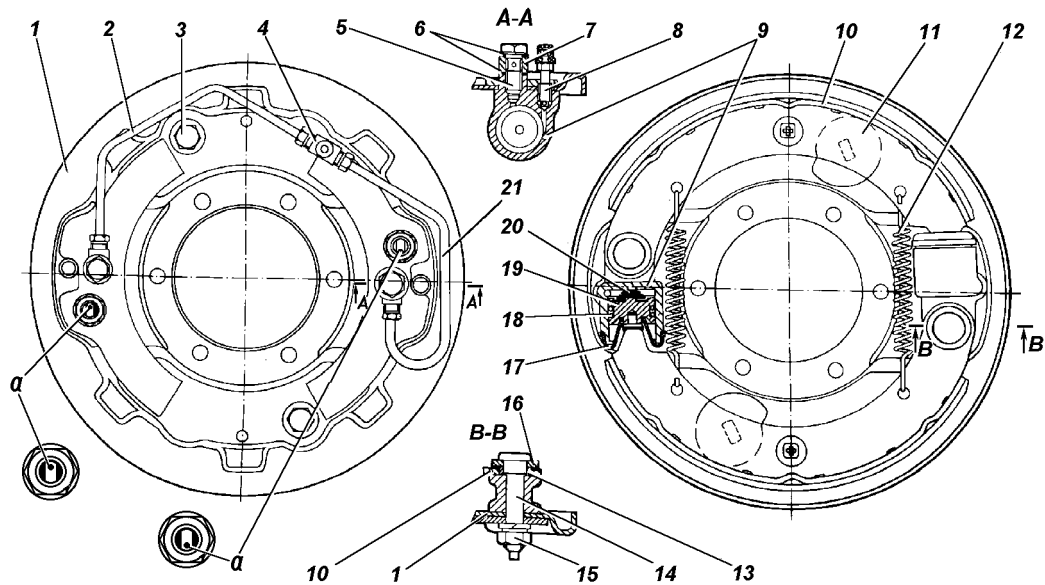
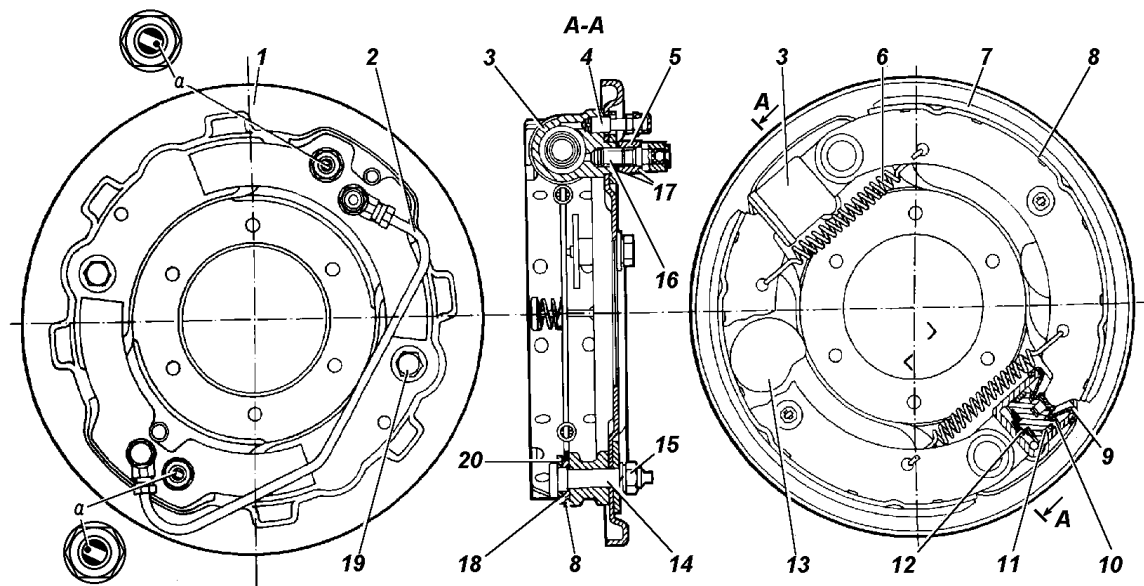

Рис. 7.8. Тормоз переднего колеса автомобиля УАЗ-3151:
Рис. 7.9. Тормоз переднего колеса автомобилей УАЗ-31512, УАЗ-31514, УАЗ-31519:
**Тормоз переднего колеса** автомобиля УАЗ-3151 показан на рис. 7.8, а автомобилями УАЗ-31512, УАЗ-31514, УАЗ-31519 - на рис. 7.9. Передние тормоза этих автомобилей отличаются щитами, имеющими разные выштамповки, комплектацией цилиндрами и соединительными трубками цилиндров, а также рабочим положением цилиндров.
На щите 1, 1 (рис. 7.8, 7.9) с помощью опорных пальцев 14 и 14 и гаек 15 и 15 закреплены два колесных цилиндра 9 и 3. На опорных пальцах выполнены эксцентрики, на которые установлены латунные опорные втулки колодок.
При правильной установке колодок с неизношенными накладками и тормозным барабаном метки на опорных пальцах (керны на наружных торцах) должны быть расположены, как показано на рис. 7.8 и 7.9, или с отклонениями от этого положения в ту или другую сторону до 50°.
Подвижные концы тормозных колодок входят в пазы наконечников поршней 19 и 10 колесных цилиндров 9 и 3. Колодки внутренней поверхностью своих ободьев опираются на регулировочные эксцентрики 11 и 13, подвижно установленные на тормозном щите. От произвольного проворачивания эксцентрики удерживаются сильными пружинами. Колодки прижимаются к эксцентрикам стальными пружинами 12 и 16. Шестигранные головки болтов 3 и 19 регулировочных эксцентриков выведены на наружную сторону тормозного щита. При помощи эксцентриков устанавливается необходимый зазор между колодками и барабаном. От бокового смещения колодки удерживаются выштамповками в щите и пружинами, установленными в средней части колодок (рис. 7.8 и 7.9).
пальцы в начальное положение (метки на торцах опорных пальцев должны быть расположены, как указано на рис. 7.8, 7.9, 7.10).